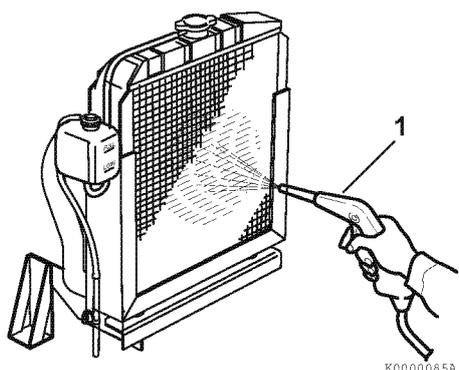

Figure 5-8
Notez qu'un radiateur typique est illustré à **Figure 5-8** à titre indicatif uniquement.
- Chassez la saleté et la poussière sur les ailettes et le radiateur avec de l'air comprimé (1, **Figure 5-8**) à une pression de 28 psi (0,19 MPa ; 2 kgf/cm2) ou moins. Veillez à ne pas endommager les ailettes avec l'air comprimé.